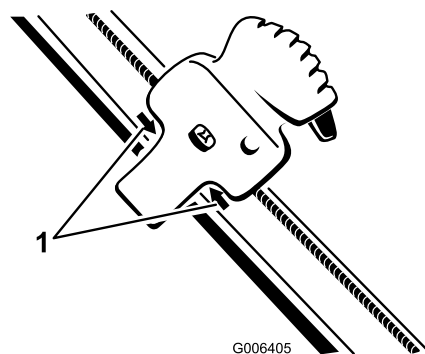

Figura 39
2. Poziționați controlul Quick Shoot între cele două săgeți localizate pe partea dreaptă a mânerului superior (Figura 39).